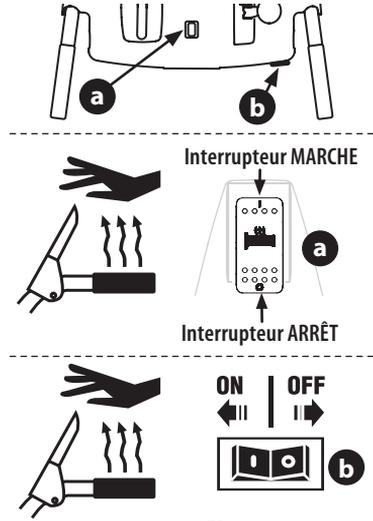

Figure 72
Pour activer les poignées chauffantes, placez l'interrupteur situé sur (a) ou à l'arrière (b) du tableau de commande à la position MARCHE (ON). Voir Figure 72. Placez l'interrupteur à la position ARRÊT (OFF) pour que les poignées ne chauffent plus.